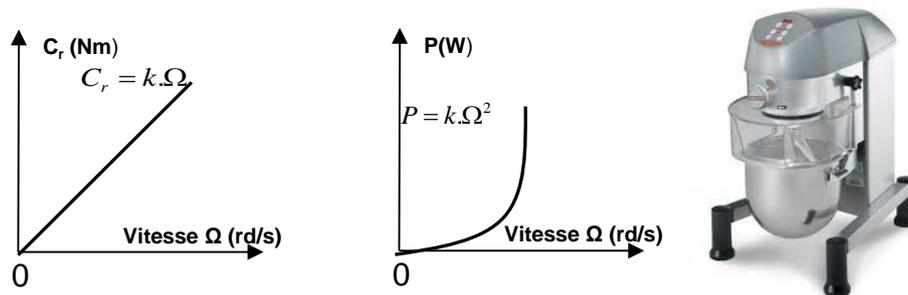

Figure 8. Machines à couple proportionnel à la vitesse
3) Machines à couple proportionnel à la vitesse. Exemple : Mélangeurs (Figure 8)